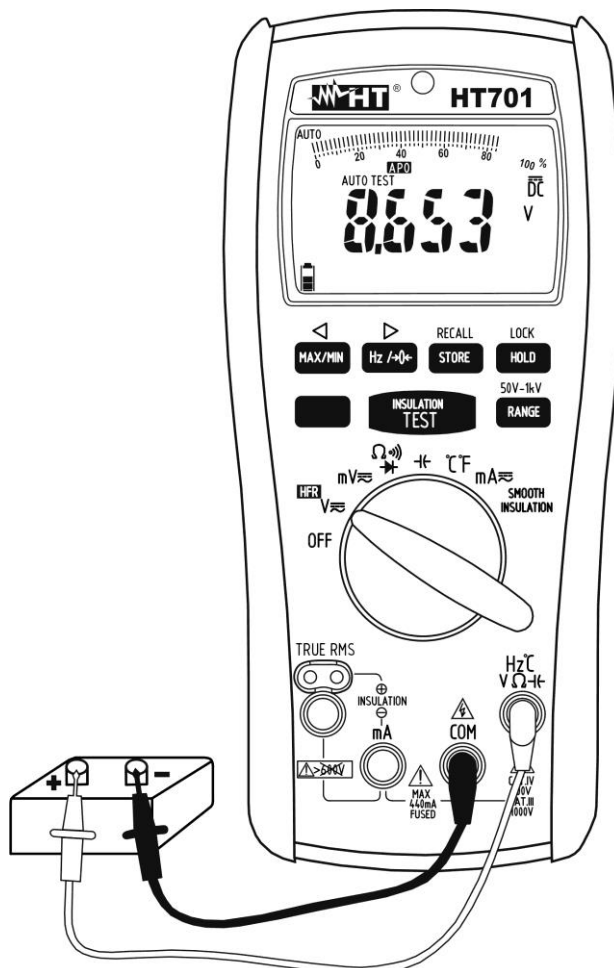

Fig. 2 : Utilisation de l'instrument pour mesure de tension DC
4. Insérer le câble rouge dans l'entrée du jack $Hz^{\circ}CV\Omega\overline{\sim}$ et le câble noir dans l'entrée du jack **COM** (voir la Fig. 2).
7. L'affichage du symbole « - » sur l'écran de l'instrument indique que la tension a une direction opposée par rapport à la connexion de Fig. 2.